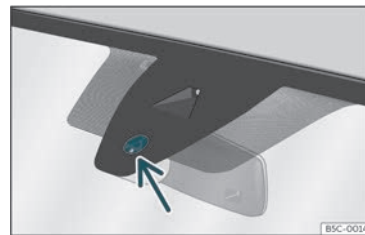

Fig. 92 Superficie sensible do sensor de choiva.
As posibles causas de anomalías e interpretacións erróneas *na área da superficie sensible*»» fig. 92 do sensor de choiva son, entre outras:
- Limpe regularmente a superficie sensible do sensor de choiva»» fig. 92 (frecha) e comprobe posibles danos nas gomas.